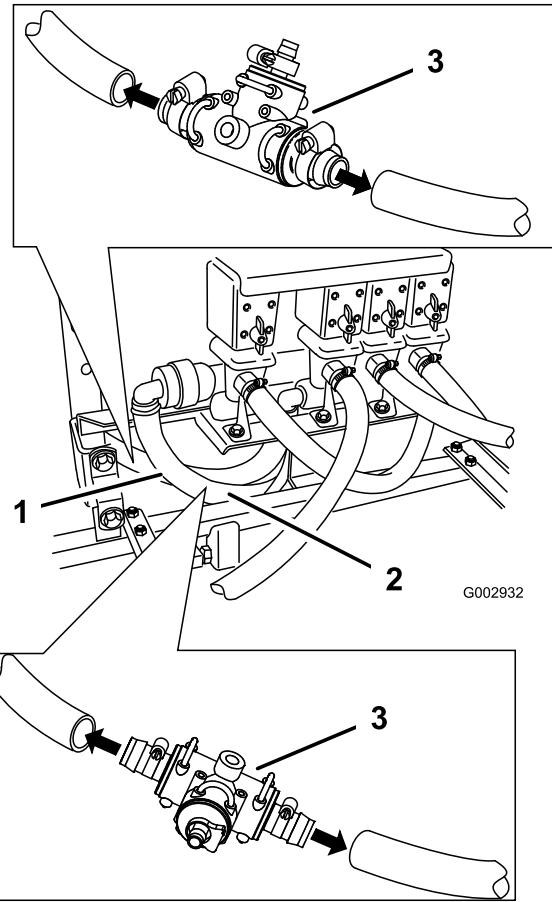

Bild 13
9. Schneiden Sie den Überlaufschlauch ungefähr in der Mitte von den Spritzgestängeventilen und dem Behälter (Bild 13).
10. Schmieren Sie Flüssigseife auf die Zahnungen und setzen Sie die S53 T-Armatur in den Schnitt. Befestigen Sie sie mit zwei großen Schlauchklemmen (Bild 13).
11. Schneiden Sie den Umwälzungszufuhrschauch durch (Bild 13).
12. Schmieren Sie Flüssigseife auf die Zahnungen und setzen Sie die S53 T-Armatur in den Schnitt. Befestigen Sie sie mit zwei großen Schlauchklemmen (Bild 13).